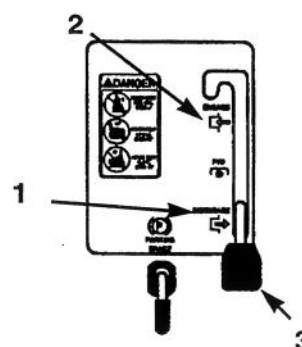

Figure 8
4. Mettre la commande de hauteur de coupe (relevage de l'unité de coupe) sur DISENGAGED (DEBRAYÉE) (Fig. 8).